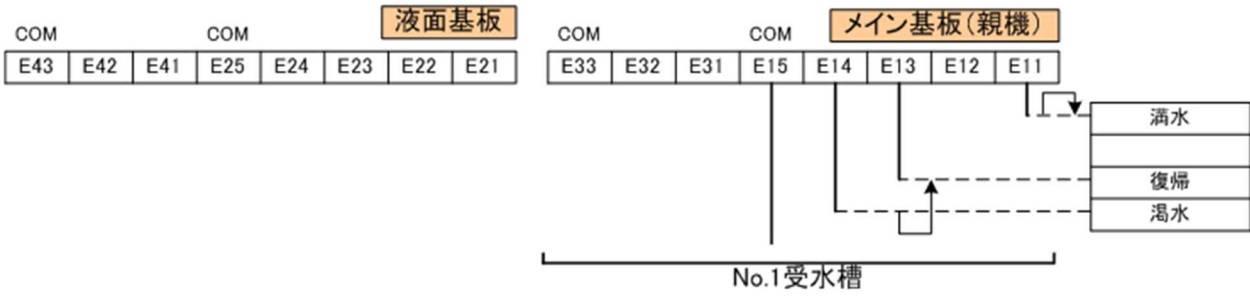

図 5-14
3. 図 5-14~25 について、BNEEV-N 型と BNLEV-N 型の場合は、メイン基板に親機の区別はありません。